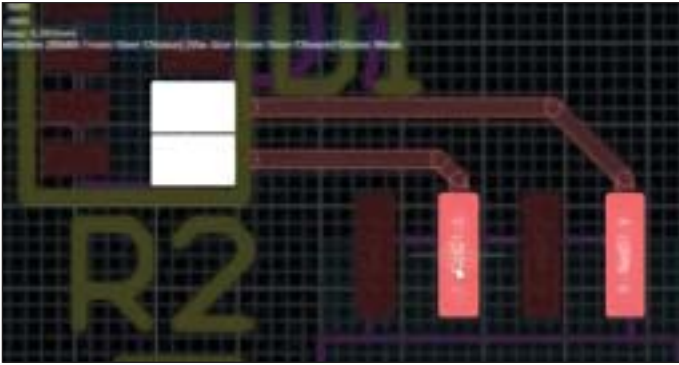

Рис. 83. Режим мультитрассировки
12. Сохраните изменения на плате командой *File/Save*. На примере трассировки связей компонента D1 познакомимся с командой интерактивной трассировки мультитрасс *Interactive Multi-Routing* (рис. 83). Эта команда предназначена для трассировки нескольких параллельно идущих проводников.